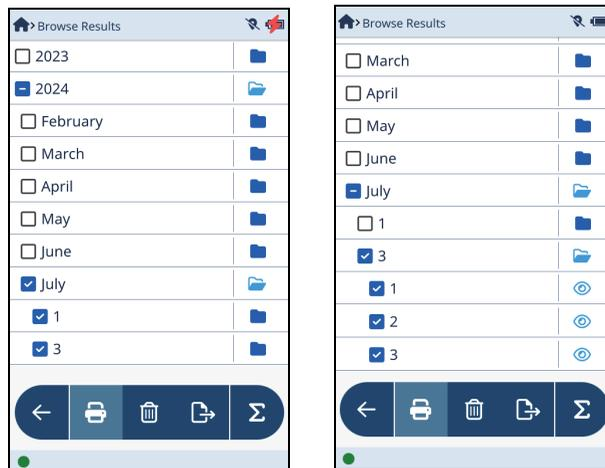

图 2-41 浏览结果：日期信息（左图），数据信息（右图）
4. 点击一个日期，显示那一天的检测结果列表（参见第55页的图 2-41的左图）。
5. 点击一个检测结果，查看检测结果数据（参见第55页的图 2-41的右图）。